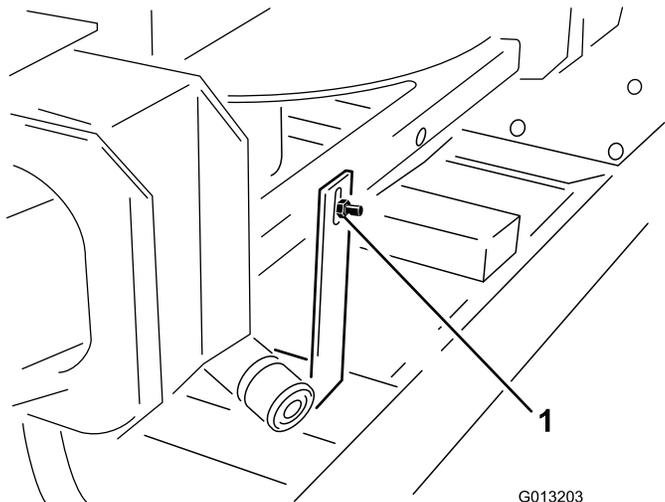

图3
2. 从双甩盘的后面，卸下将 ProPass 提升装置运输支架连接到双甩盘上的 1/4 x 3/4 英寸的螺栓和螺母（图3）。